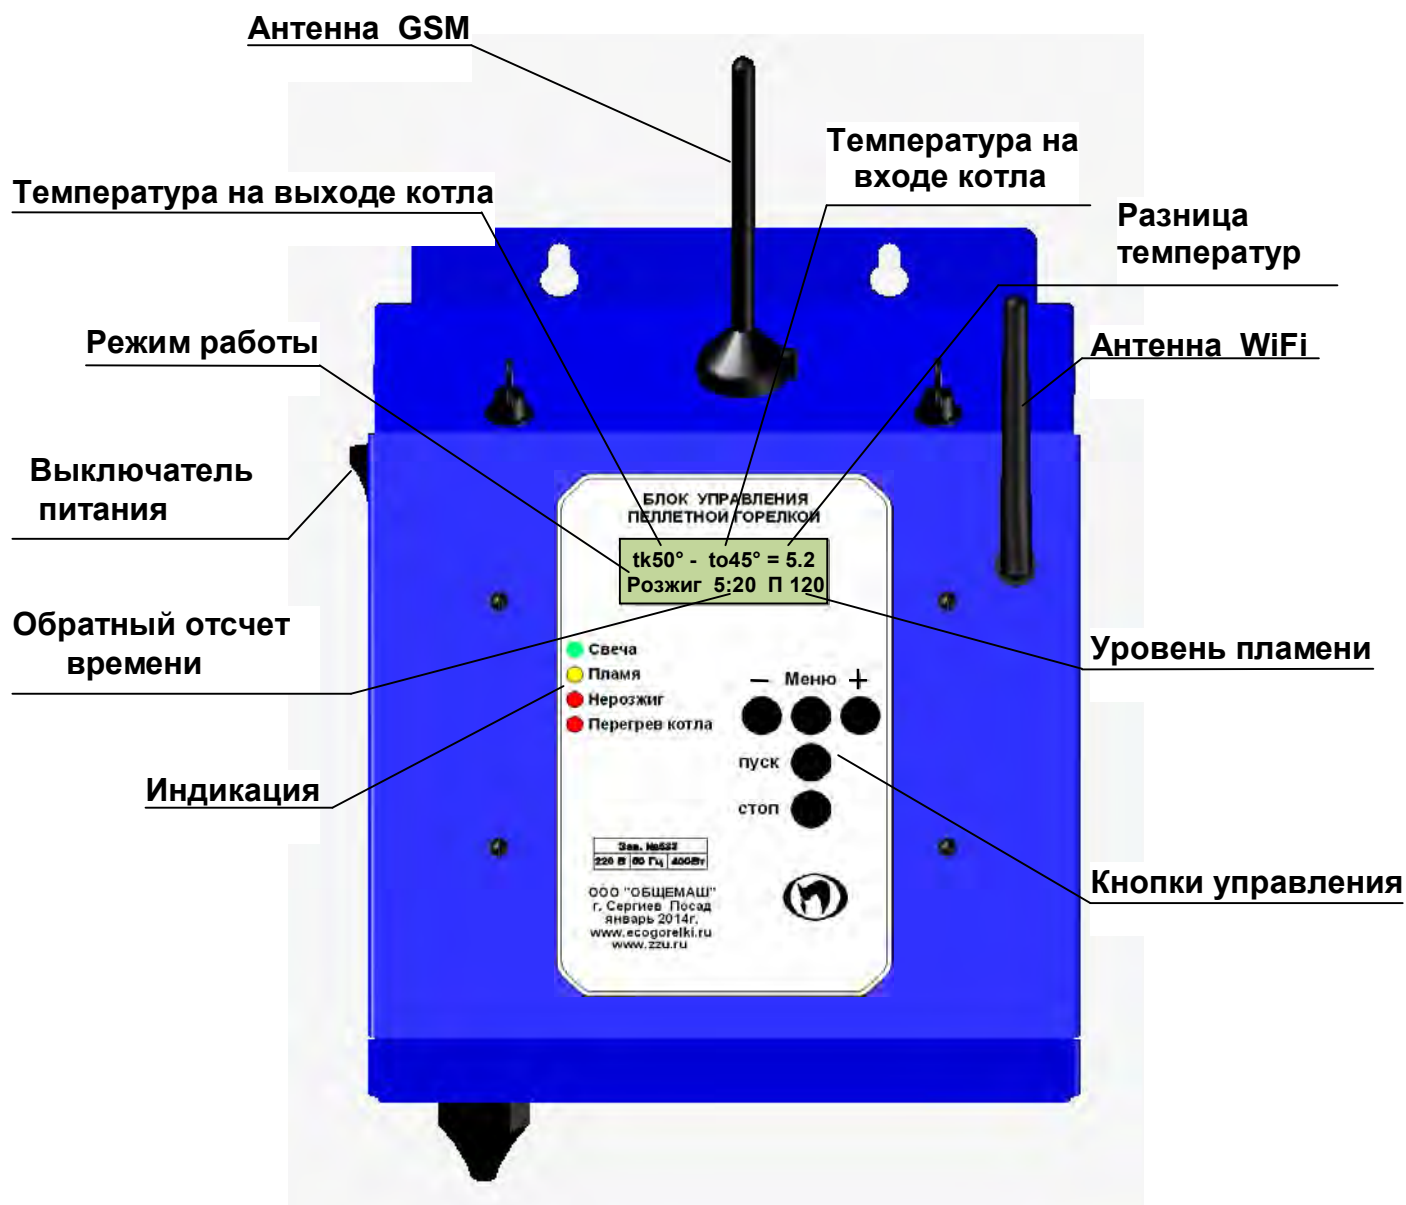
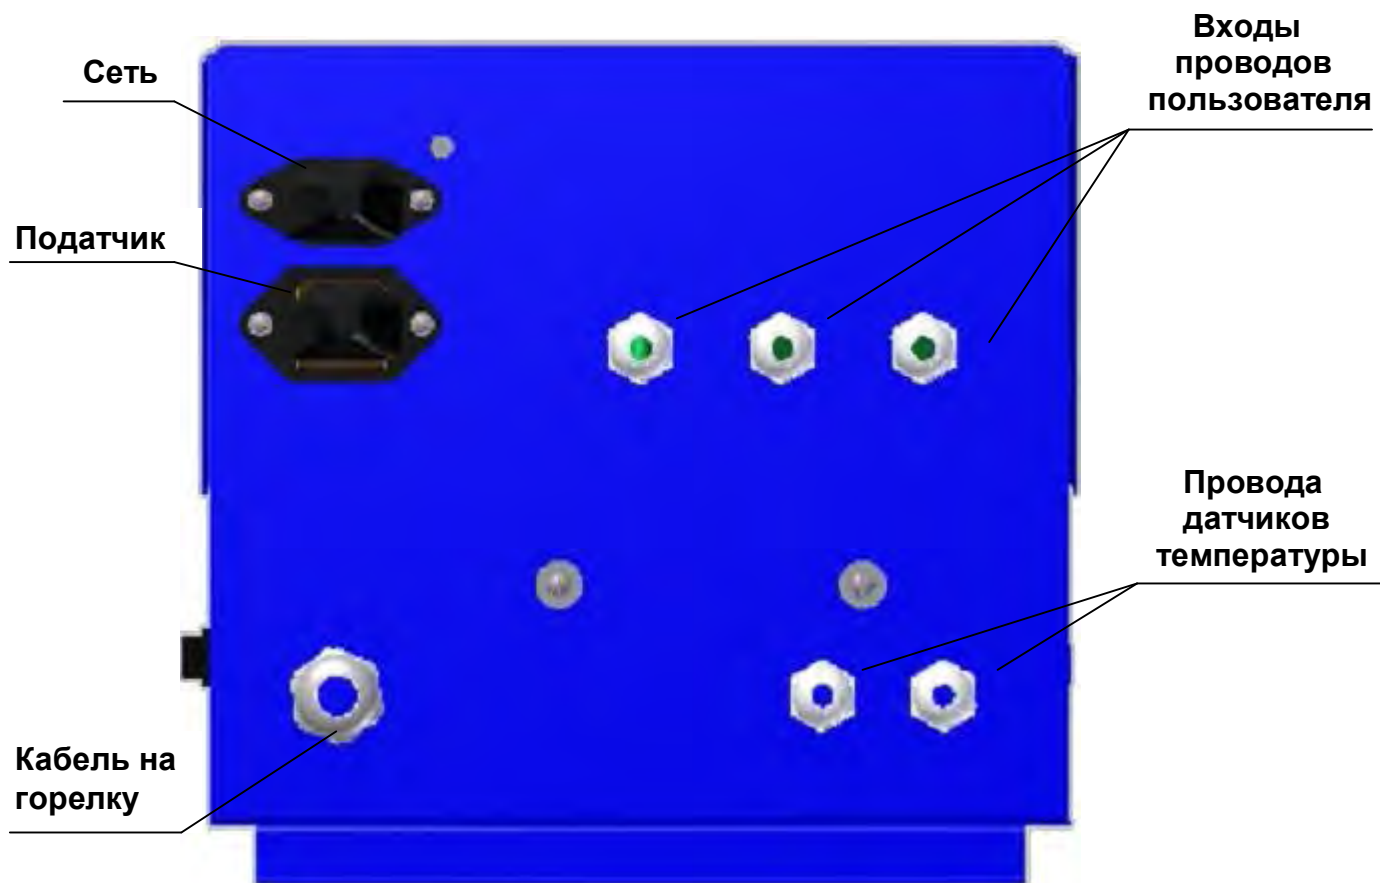

Рис.12. Внешний вид.
Рис.12.1. Вид снизу.
6.2. Элементы управления и индикации представлены на Рис.12. и Рис.12.1.